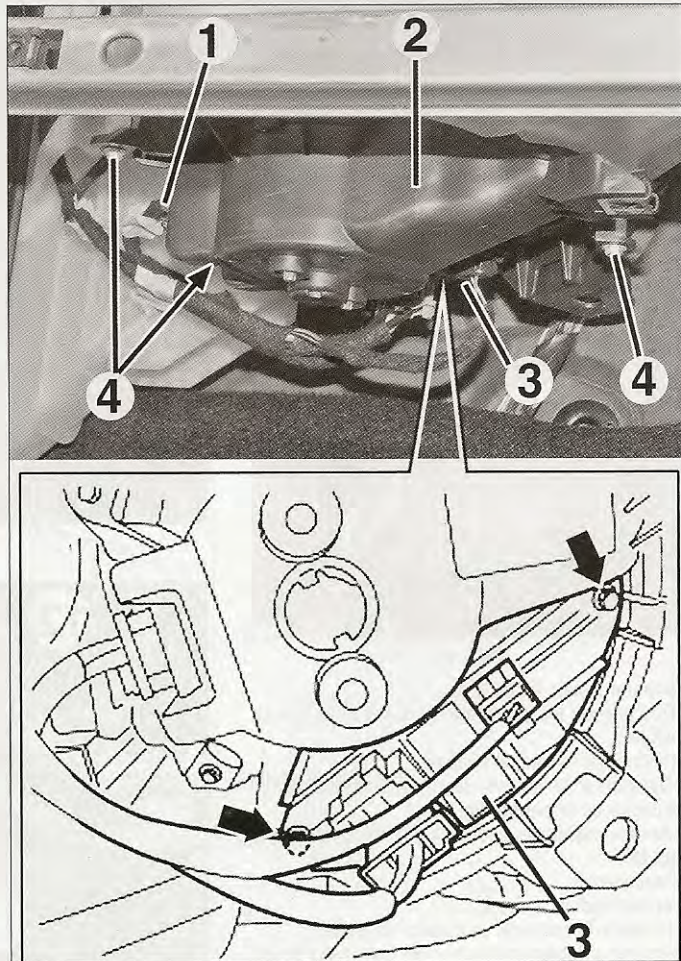

FIG. 12
- Desconectar el conector de alimentación (1) del ventilador de calefacción (2) (fig. 12).
- Desmontar el regulador electrónico (3) únicamente para los vehículos equipados con climatización automática.
- Desmontar los 3 tornillos de fijación (4) del ventilador de calefacción y desmontarlo por debajo.